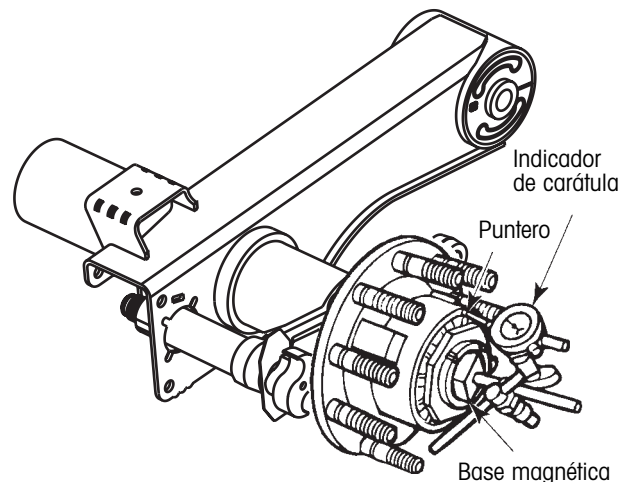

Figura 68. Colocando el indicador de carátula para verificar el juego axial
2. Ajuste el indicador de carátula de tal manera que el apuntador toque la maza (figura 68).